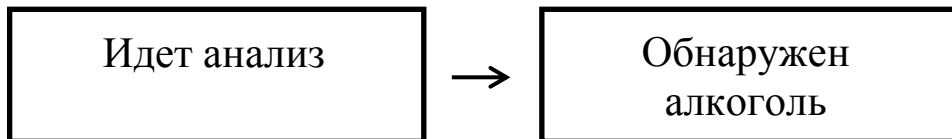

Рисунок 20 – В мундштуке или в заборной системе обнаружен алкоголь
2.6.19 Если в мундштуке или в заборной системе будет обнаружен алкоголь, на дисплее анализатора появится сообщение «**Обнаружен алкоголь**» (рисунок 20, справа) и анализатор автоматически выключится.